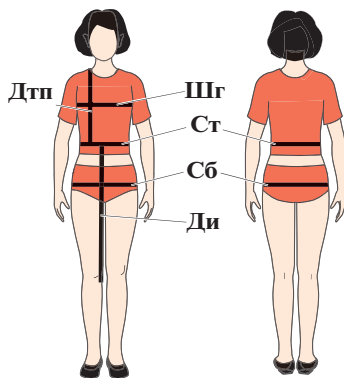

Рис. 6.20. Мерки для построения чертежа фартука
1. Работайте в паре. Поочерёдно снимите друг с друга мерки (рис. 6.20), необходимые для построения чертежа фартука, используя таблицу 6.4.